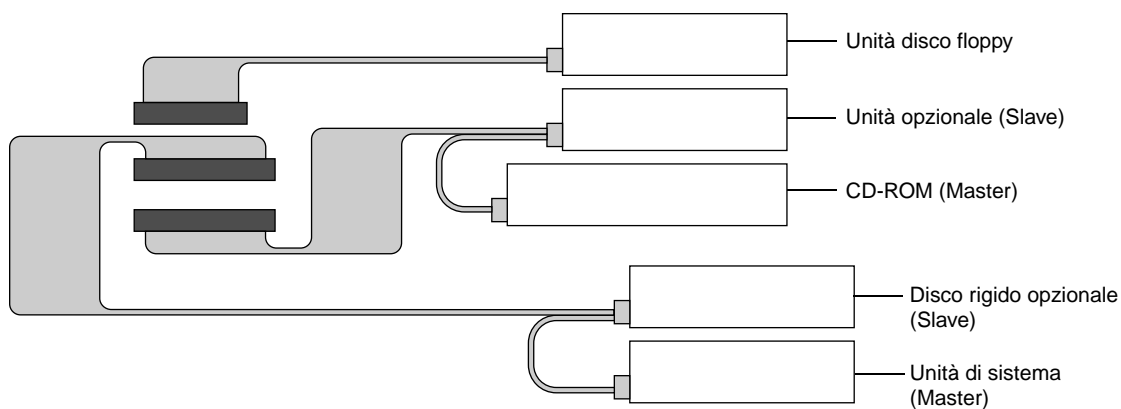
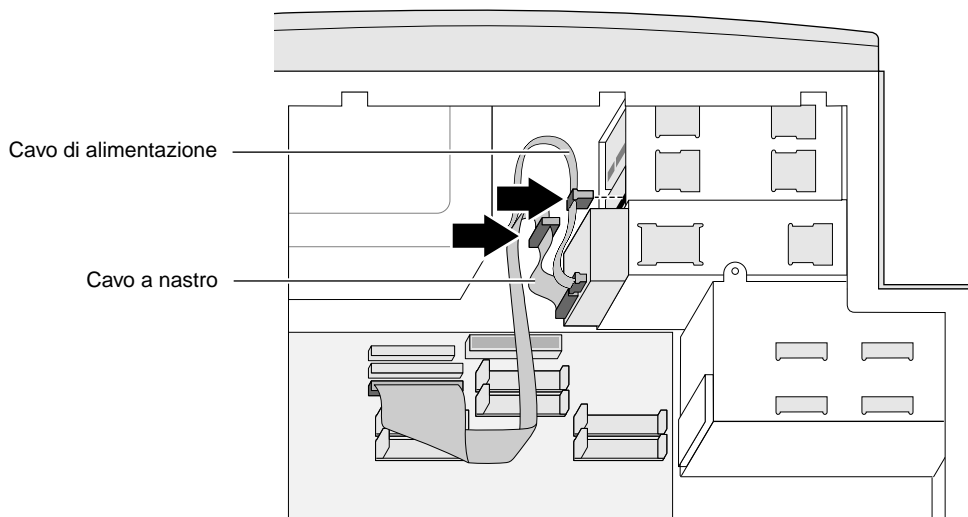
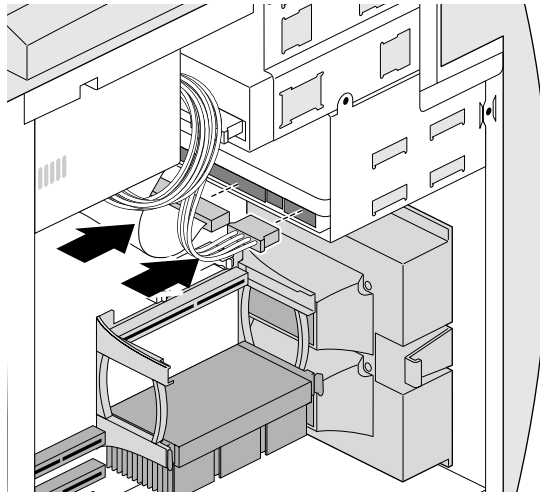

Figura 4-1 Cablaggio e configurazione delle unità interne EIDE
Figura 4-6 Collegamento dei cavi all'unità per supporti rimovibili
Figura 4-14 Collegamento dei cavi a un disco rigido interno
Fare riferimento alla Figura 4-1 per una corretta esecuzione del cablaggio e per informazioni sulla configurazione delle unità interne EIDE.
9. Collegare i cavi di alimentazione e a nastro, come illustrato nella Figura 4-6. Per ulteriori informazioni sul corretto cablaggio delle unità, fare riferimento alla Figura 4-1.
- Controllare che i cavi di alimentazione e a nastro siano collegati correttamente al retro dell'unità (vedere Figura 4-1).
12. Collegare i cavi di alimentazione e a nastro al retro dell'unità (o delle unità, se ve ne sono installate due), come illustrato nella Figura 4-14. Per ulteriori informazioni sul corretto cablaggio delle unità, fare riferimento alla Figura 4-1.